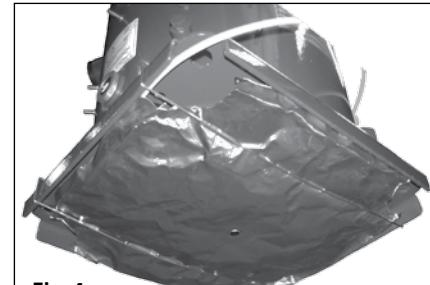

Fig. 4
- If a bottom insulation is included (Fig 4), install it under the baseplate and fasten with two pins.
- Si l'accessoire contient une housse inférieure (Fig 4), l'installer sous l'embase et la maintenir avec deux épingle.
- Se l'accessorio contiene un gancio (Fig 4), installarlo sotto la base con i due clips.